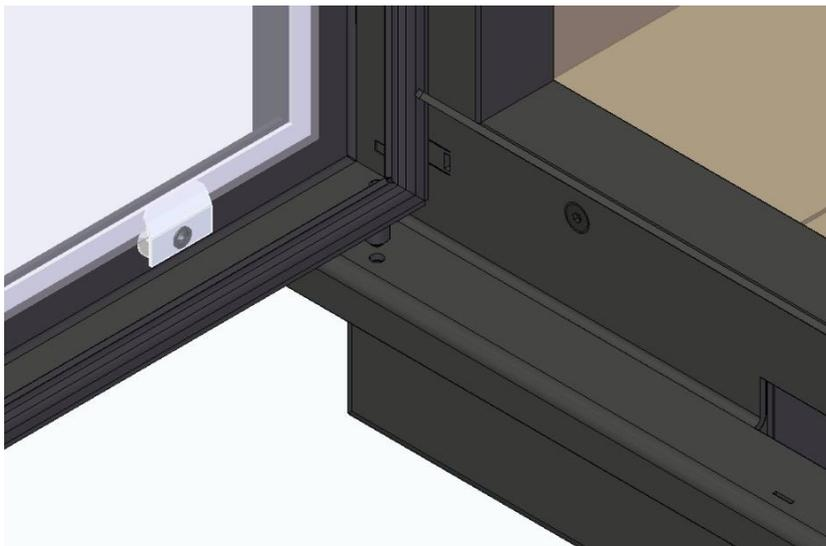

Imagen 52
- ➔ La pieza que hace de cierre en la puerta, está fijada mediante dos piezas roscada entre sí, una por el exterior y otra por el interior de la puerta. En la imagen 52 las podrá ver de color rojo.